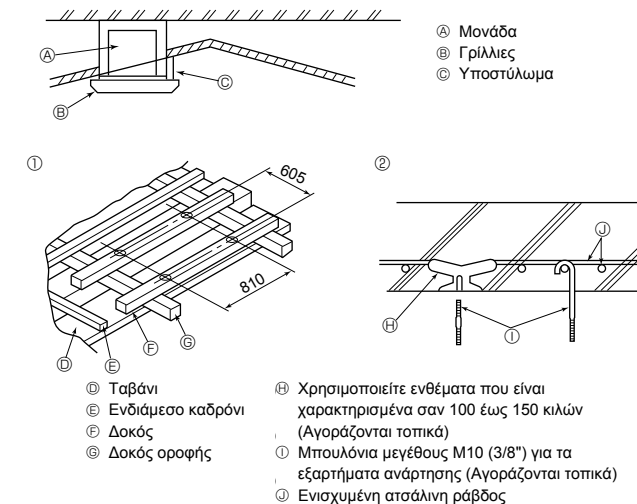

Fig. 2-4
2.4. Υποδομή ανάρτησης (Το μέρος του ταβανιού όπου θ'αναρτηθεί η μονάδα πρέπει να έχει ισχυρή υποδομή) (Fig. 2-4)